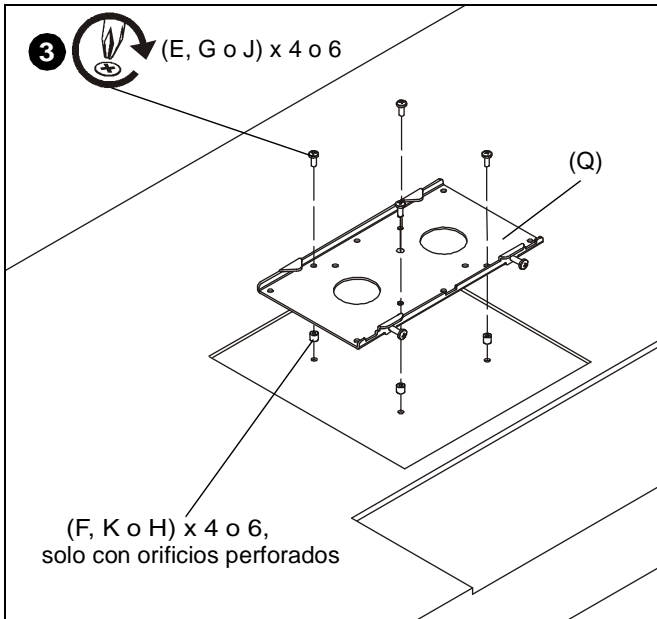

Figura 8
- Determine qué tamaño de tornillo (E, G o J) usar para conectar la placa frontal (Q) a la pantalla. Si los orificios de montaje están perforados, utilice espaciadores con tornillos más largos y/o espaciadores. Use espaciadores de 3 mm (1/8") (F) con tornillos M4 x 12 mm (E), espaciadores de 19 mm (3/4") (K) con tornillos M4 x 30 mm (J) o espaciadores de 9.5 mm (3/8") (H) con tornillos M4 x 20 mm (G).
- Use y seleccione tornillos (E, G o J) y espaciadores (F, K o H, si es necesario) para sujetar la placa frontal (Q) a la parte posterior de la pantalla. (Consulte la Figura 8) Continúe con el Paso 6.